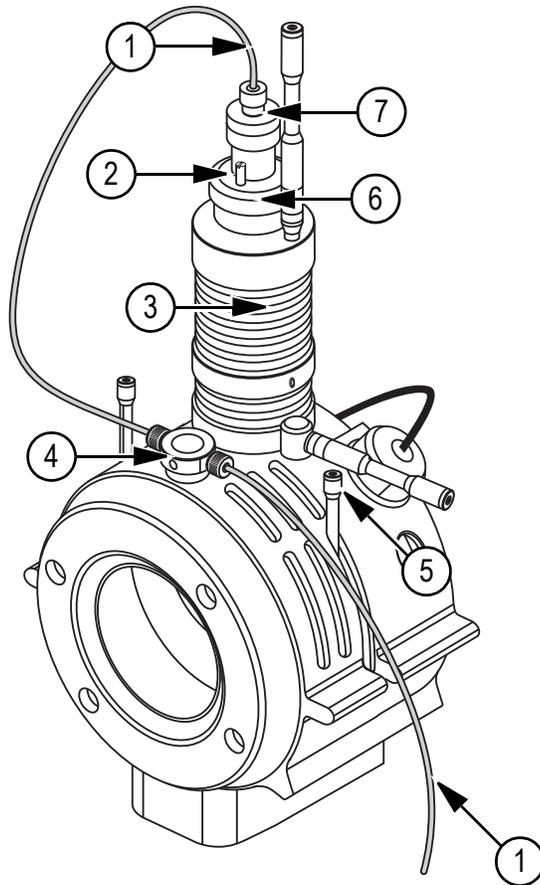

Figura 2-1 Componenti della sorgente ionica
2. Allineare il buco sulla sonda con il perno di allineamento sulla parte superiore del corpo della sorgente ionica. Fare riferimento alla Figura 2-1 a pagina 14.
3. Premere delicatamente la sorgente ionica contro l'interfaccia di vuoto e poi ruotare i fermi della sorgente ionica, illustrati in Figura 2-1 a pagina 14, fino in fondo verso il basso per bloccare la sorgente ionica in posizione (posizione di blocco a ore 6:30).